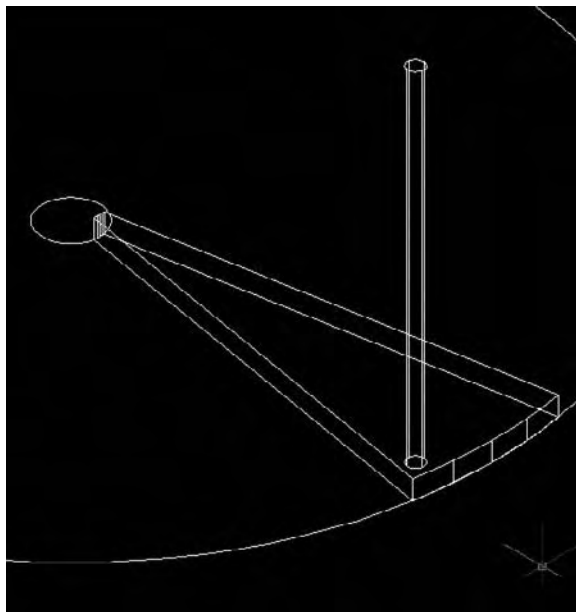

Fig.15.2
- 6 Tracez un cylindre dans le coin inférieur gauche de la marche, d'un rayon de 2 cm et d'une hauteur de 90 cm (fig.15.2).